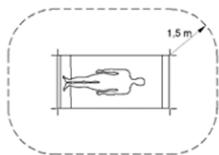

Bild 2
- ⚠** Batteribyte ska ske utanför patientens närhet (minst 1,5 meter från patienten eller i enlighet med standarden IEC 60601-1, se bild 2).